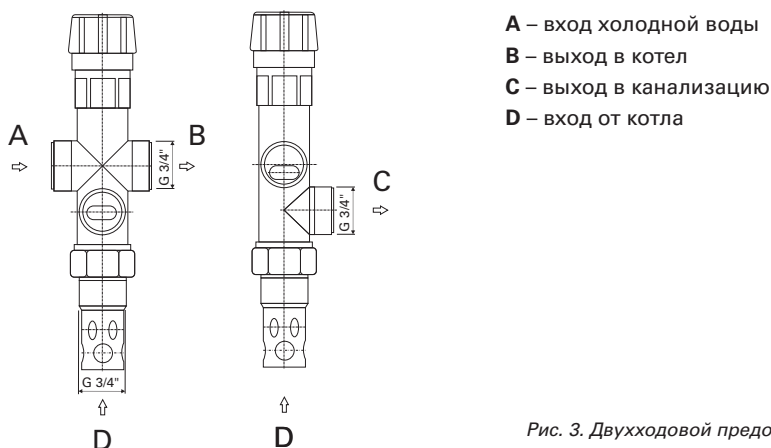
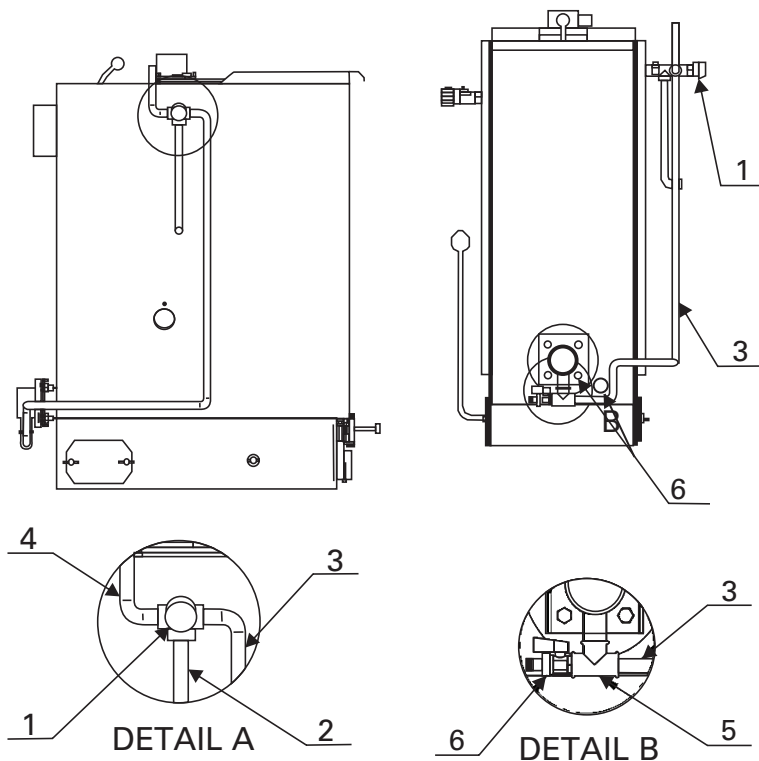

Рис. 3. Двухходовой предохранительный клапан DBV 1
Рис. 4. Присоединение DBV 1 к котлу PRIMTEK D
Установку может производить только профессионально подготовленный специалист. Для надлежащего функционирования термостатического двухходового предохранительного клапана при его монтаже необходимо соблюдать установленные требования, а также учесть обозначение направления протока, обозначенного на корпусе клапана. Предохранительный клапан всегда устанавливается непосредственно на котел: либо в левой верхней части котла, либо на выходном трубопроводе котла. При установке клапана необходимо проконтролировать, чтобы при монтаже на штуцер 3/4" было обеспечено полное погружение термостатического элемента клапана. После установки клапана на штуцер «С» (рис. 3) присоединяется отводящий трубопровод, по которому горячая вода будет сливаться из котла в канализацию. В месте «А» (рис. 3 и 4) подсоединяется вход охлаждающей воды, которая, после включения клапана в работу, обеспечит охлаждение котла. На входе охлаждающей воды должен быть установлен фильтр для задержания механических загрязнений. К штуцеру «В» (рис. 3) присоединяется трубопровод, который подключается обратно к системе отопления (рис. 4).
Клапан должен быть установлен в соответствии с рис. 4, т.е. выход «С» (выход в канализацию) должен быть направлен вниз.
3. Установить сливной кран (поз. 18 на рис. 2) на ввод отопительной воды таким образом, чтобы штуцер был направлен к полу. В случае если к котлу монтируется двухходовой предохранительный клапан DBV 1, то на штуцер необходимо установить тройник (см. рис. 4), на который навинчивается сливной кран и подвод воды от предохранительного клапана.